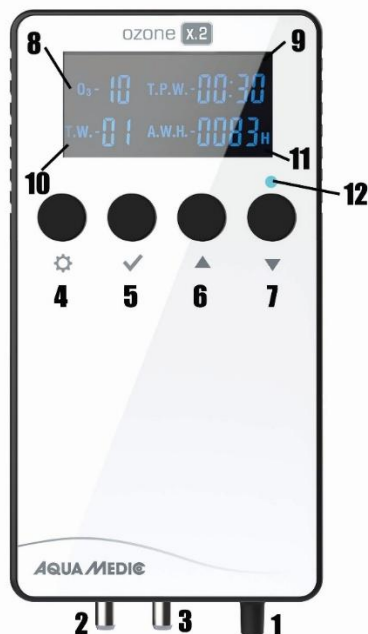

Abb. 3: Aufbau des Ozongerätes:
Das Ozongerät ist mit jeweils einem Plus- und einem Minus Regler (Pfeiltasten, Abb. 3, Nr. 6 und 7) versehen. Hiermit kann die Ozonleistung stufenweise von 1 bis 10 eingestellt werden. Als Richtwert gelten 10 mg Ozon/Std. für 100 l Meerwasser; für Süßwasser ca. 5 mg Ozon/Std. Auf Stufe 1 hat ein Ozongerät etwa 1/10 seiner Nominalleistung.
O₃ - Ozonmenge einstellbar in zehn Stufen (max. 10) (Abb. 3, Nr. 8).
T.P.W. - (Abb. 3, Nr. 9) Die Zeit, die das Ozongerät pro Arbeitsgang laufen soll. Größte Einstelldauer: 24:00 = 24 Stunden. Kleinste Einstelldauer 00:01 = 1 Minute. **Wichtig, steht T.W. auf Null, läuft das Ozongerät unabhängig von der T.P.W. Einstellung im Dauerbetrieb.**